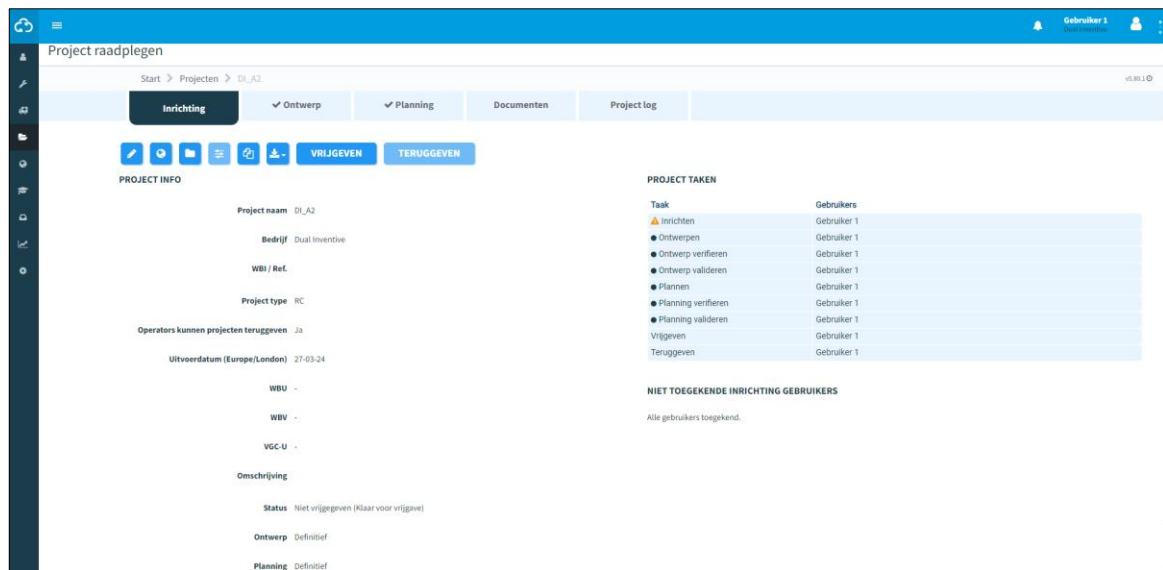

Figure 32 Toon project
1. Ga naar de pagina Toon project a (Figure 32).